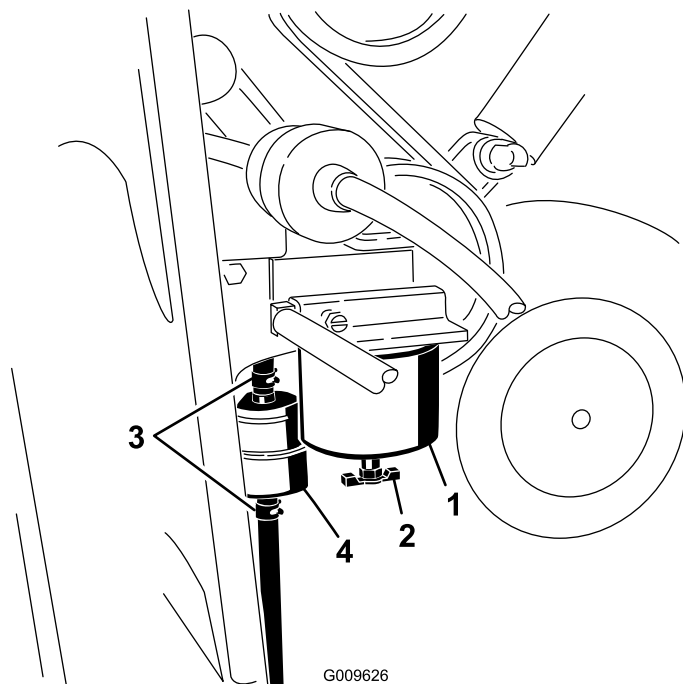

Figura 40
1. Individuare il filtro carburante sul lato destro del motore (Figura 40) e posizionare un recipiente pulito sotto di esso.
1. Individuate i filtri carburante sul lato destro del motore (Figura 40) e posizionate un recipiente pulito sotto di esso.
2. Pulite la superficie circostante la scatola del filtro (Figura 40).
3. Rimuovete la scatola del filtro e pulite la superficie di montaggio (Figura 40).
5. Installate a mano la scatola del filtro finché la guarnizione non tocca la superficie di appoggio, poi ruotatela per un altro ½ giro (Figura 40).
6. Individuate il filtro in linea dietro la scatola del filtro del carburante (Figura 40) e osservate la direzione della freccia del flusso sul lato del filtro in linea.
7. Aprite i fermi su ciascuna estremità del filtro in linea ed estraete i flessibili (Figura 40). Gettate via il filtro.
8. Fate scorrere i flessibili sull'estremità di un nuovo filtro (Figura 40), assicurandovi che la freccia sul filtro sia rivolta nella stessa direzione della freccia sul vecchio filtro.